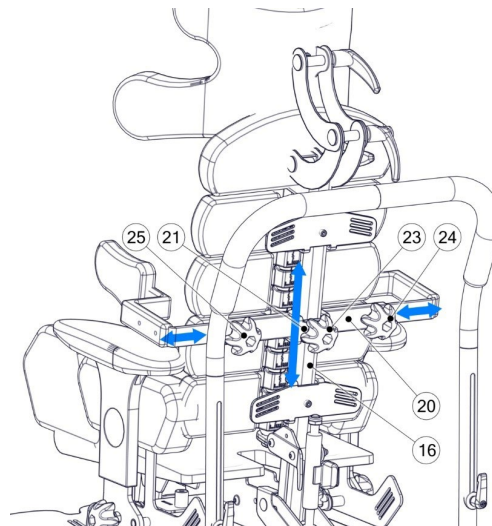

рис. 17
- Затянуть крепежный винт 23. (рис. 17)
- Затянуть винты 24 и 25. (рис. 17)
- Затянуть винт 23. (рис. 17)